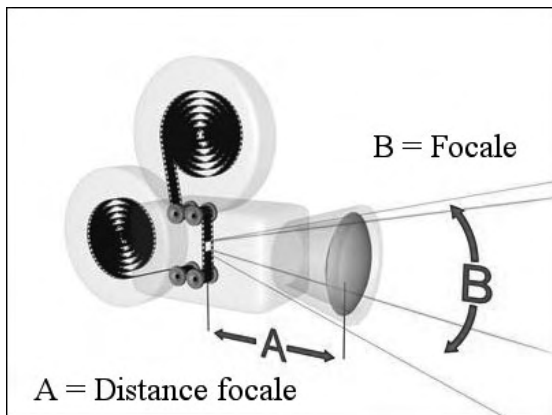

Fig.11.2
- **Focale** (Field of view) : elle détermine la partie visible de la scène. Elle est mesurée en degrés par rapport à l'horizon et est directement liée à la distance focale de l'objectif. Exemple : un objectif de 50 mm montre un horizon de 46 degrés. Plus l'objectif est long, plus la focale est étroite. Plus l'objectif est court, plus la focale est large (fig.11.2).